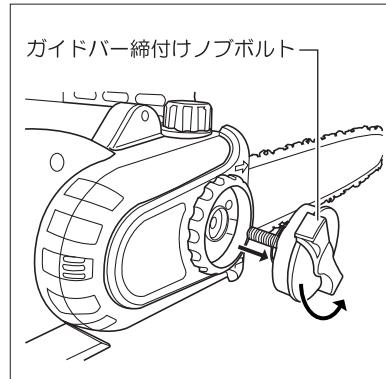

図6
- ガイドバー締付けノブボルトを左に回して抜き取つてください。(図6参照)